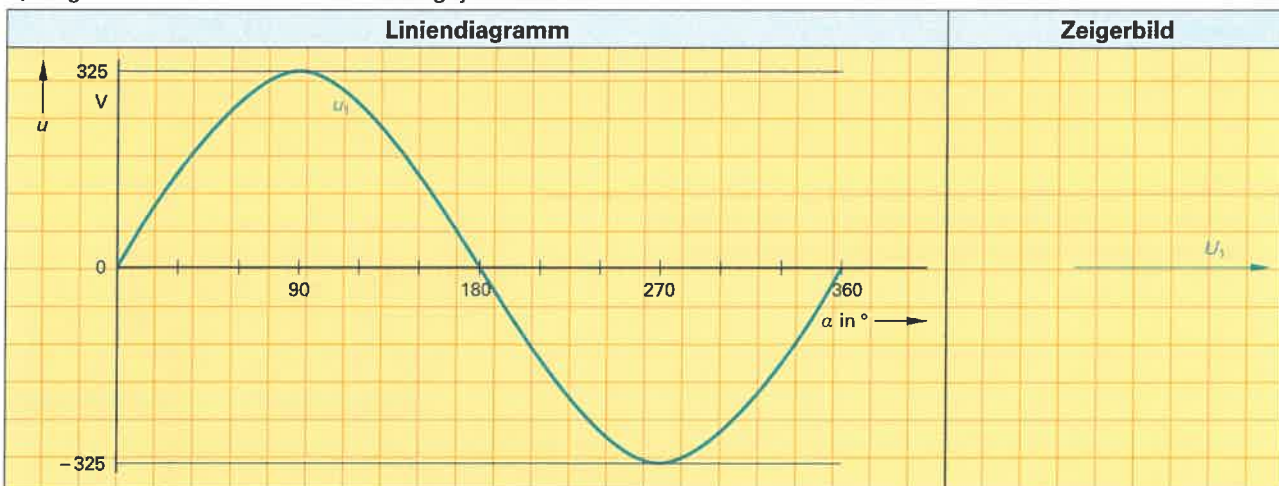

Bild 2: Liniendiagramm und Zeigerbild einer Dreiphasenwechselfspannung
4. Ergänzen Sie im **Bild 2** die Spannungen u_2 und u_3 einer Dreiphasenwechselfspannung als a) Liniendiagramm und b) Zeigerbild. Der Maximalwert \hat{u} beträgt jeweils 325 V.
5. Berechnen Sie für den Zeitpunkt $\alpha = 150^\circ$ (**Bild 2**) die Momentanwerte für u_1 , u_2 und u_3 , anschließend die Summe der drei Momentanwerte.